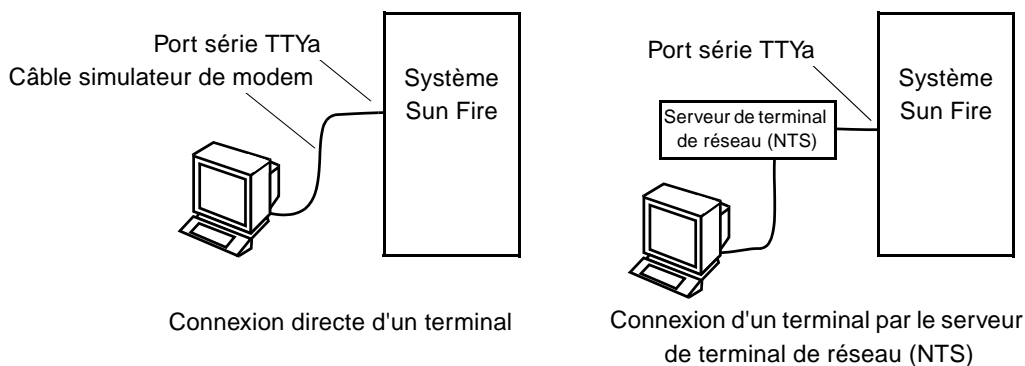

FIGURE 3-3 Connexions des câbles série
2. **Connectez l'autre extrémité du câble série au terminal ASCII ou au serveur NTS choisi** (FIGURE 3-3).